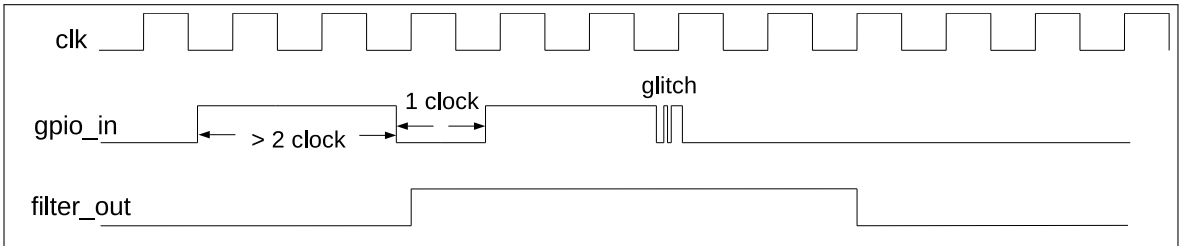

图 6.4-2. GPIO 输入信号滤波时序图
- 2. 可选：置位 IO_MUX_FILTER_EN 使能 GPIO 管脚的输入信号滤波功能，如图 6.4-2 所示。只有当输入信号的有效宽度大于两个 APB 时钟周期时，输入信号才会被采样。否则，输入信号将会被滤掉。